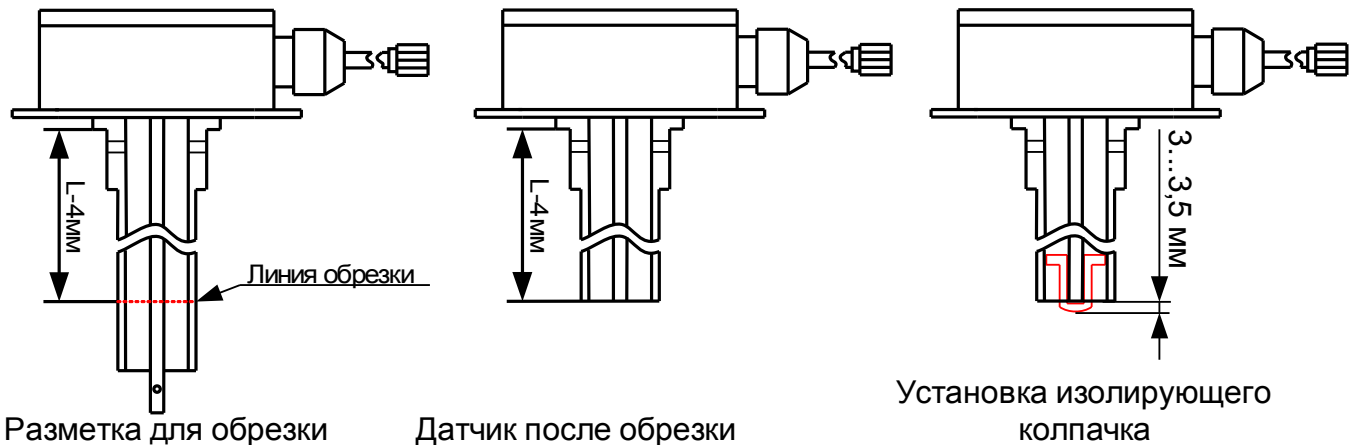

Рис.4 Разметка для обрезки, обрезка датчика до требуемой длины и установка изолирующего колпачка.
Последовательность разметки, обрезки датчика до требуемой длины и установка изолирующего колпачка приведена на рис.4.
- установить до упора изоляционный колпачок на центральный электрод датчика, **выдержав размер выступающей части колпачка не более 3,5 мм** в соответствии с рис. 4 и убедиться, что щели колпачка не закрыты герметиком;